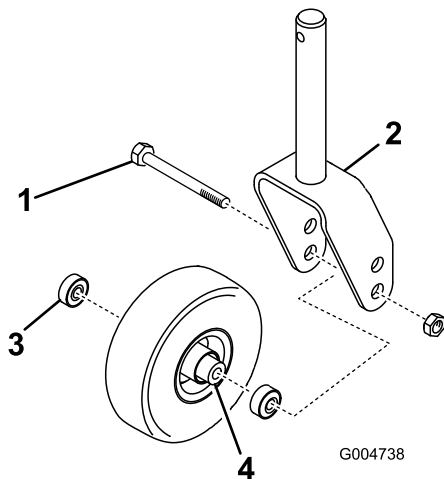
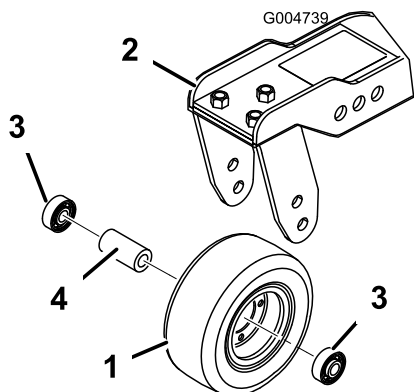

Рисунок 82
Рисунок 83
1. Выверните контргайку с болта, удерживающего узел поворотного колеса между вилкой (Рисунок 82) или рычагом (Рисунок 83) поворотного колеса.
2. Извлеките подшипник из ступицы колеса и дайте выпасть распорной втулке подшипника (Рисунок 82 и Рисунок 83).